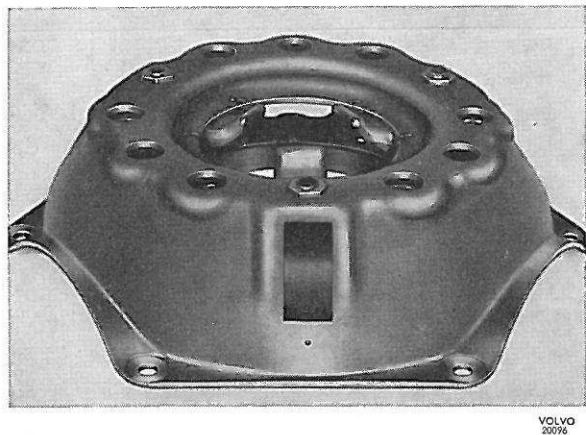

Figure 15. Repérage du carter d'embrayage et du plateau de pression
1. Repérer l'embrayage comme le montre la figure 15 s'il n'a pas été repéré.
brayage sur les six ressorts d'embrayage en notant les repères marqués auparavant, figure 15.